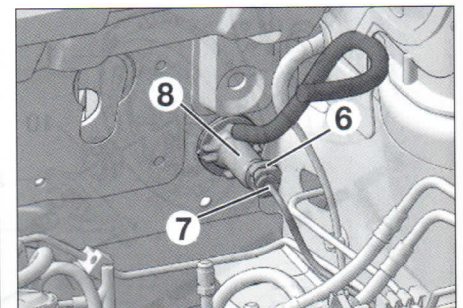

FIG. 5
- la grapa (6) (fig. 5).
- el tubo (7).